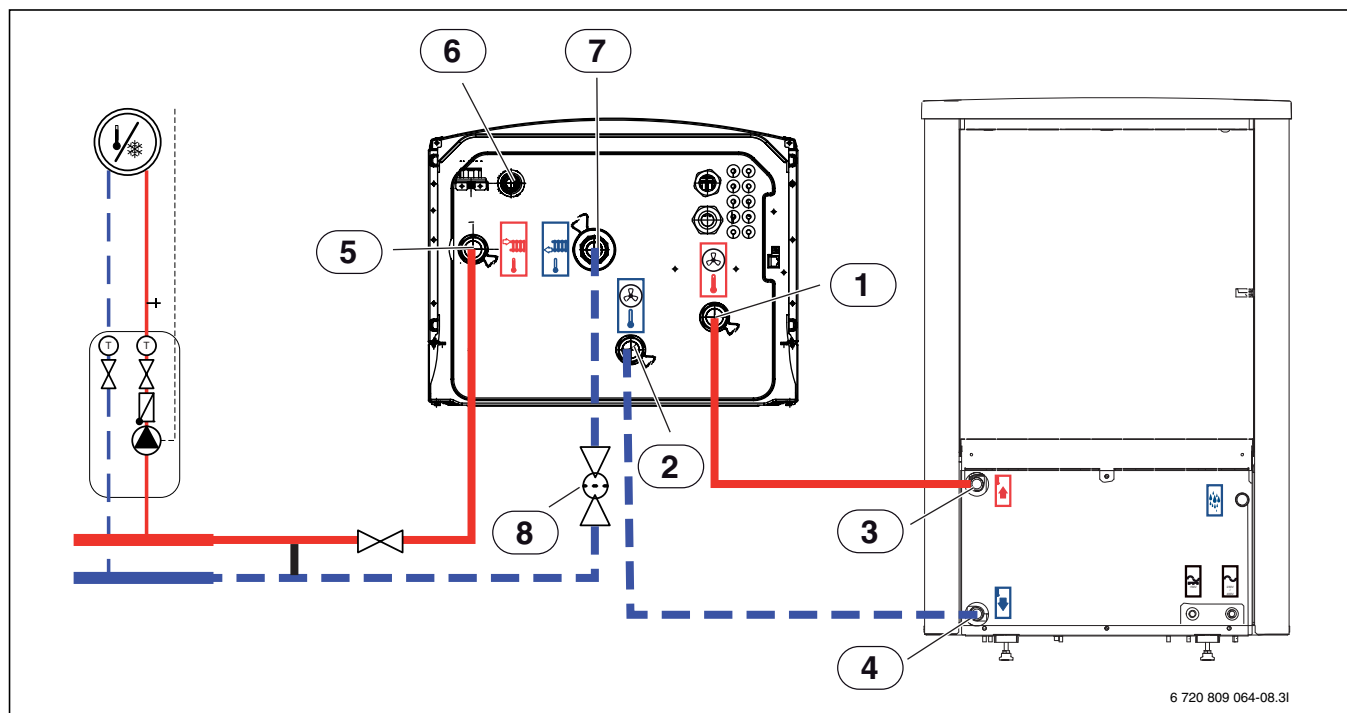

Bild 36 Anschluss des Inneneinheits mit elektrischem Zuheizer an Wärmepumpe und Heizungsanlage
- ▶ Ableitung Überdruckventil von [6], Abb. 36, nach unten in einen frostfreien Ablauf verlegen.
- ▶ Rohr für Primärkreis von der Wärmepumpe an [1] anschließen, Abb. 36.
- ▶ Rohr für Primärkreis zur Wärmepumpe an [2] anschließen, Abb. 36.
- ▶ Rücklauf von der Heizungsanlage an [7] anschließen, Abb. 36.
- ▶ Vorlauf zur Heizungsanlage an [6] anschließen, Abb. 36.